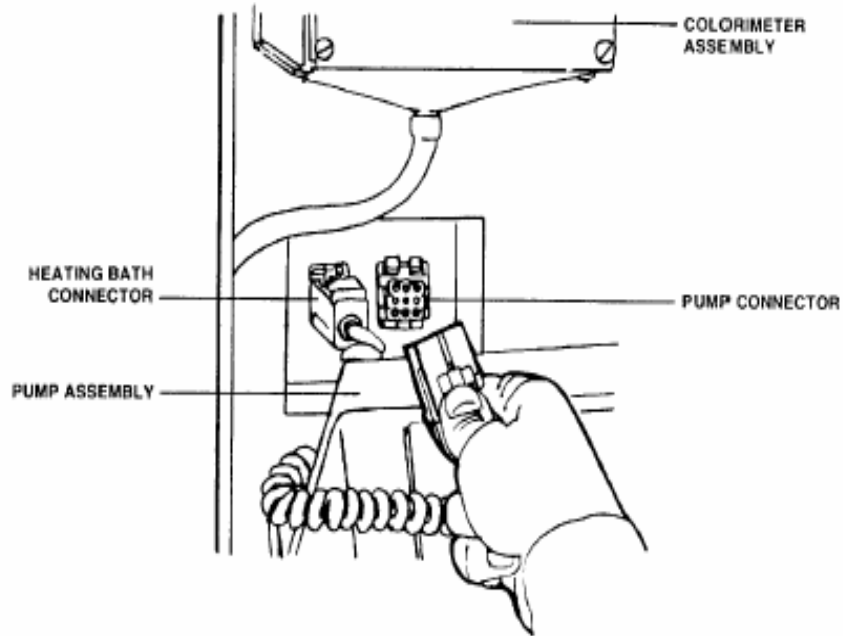

图 4-5 恒温浴槽和泵体连接器
4. 将恒温浴槽连接器插入主控制柜左边的插座中，如图4-5所示。
5. 将泵体连接器插入主控制柜右边的插座中，如图4-5所示。